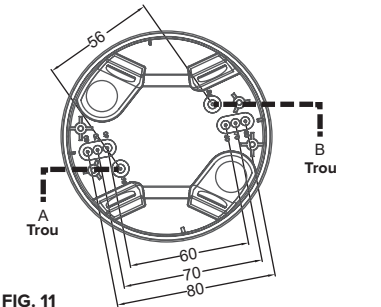

FIG. 11
- 1. Déterminez la distance adéquate des vis de montage dans le boîtier en saillie pour le montage sur une boîte de jonction. À cet effet, 4 paires d'évidements ont été prévues dans le boîtier, dont la distance varie de 56 à 80 mm, afin que le boîtier puisse toujours être monté correctement sur les différentes boîtes d'encastrement. Pour ce faire, sélectionnez un trou avec la même distance des deux côtés (voir aussi FIG. 11)